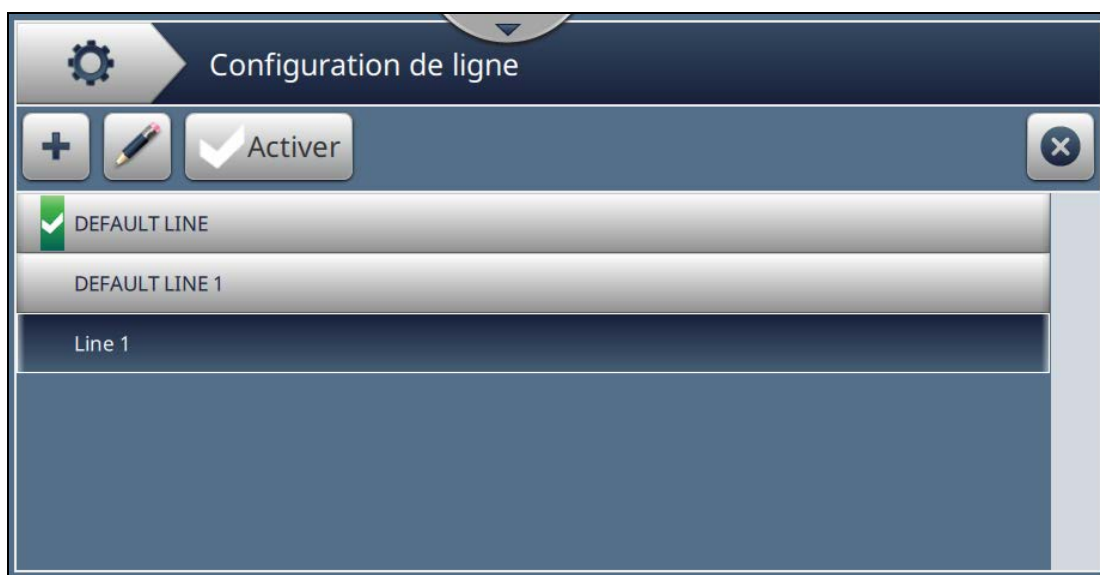

Figure 6-5 : Configuration de la ligne
1. Appuyez sur le bouton  dans l'écran Outils. L'écran Configuration de ligne s'ouvre, tel qu'illustré dans la Figure 6-5.